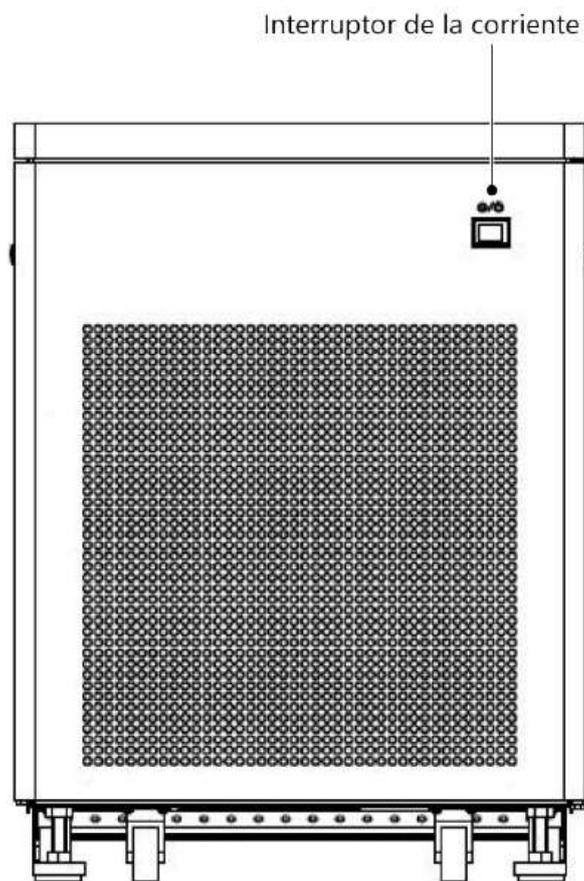

Figura 5-7 Parte frontal del armario del PC
- (1) Apague el sistema.
- (2) Apague el interruptor de corriente del armario del PC (consulte la figura 5-7).
- (3) Espere 30 segundos aproximadamente.
- (4) Vuelva a encender el interruptor de alimentación del armario del PC. El sistema se iniciará y restablecerá.